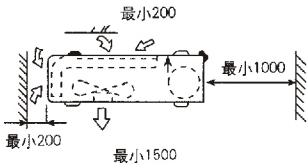

图4 机器户外部分所需空间
- (1) 安装场所必须满足如下要求:
- 确定机器四周留有充分空间,并尽可能地远离障碍物,以便操作和维修,见图4。
- (2) 安装